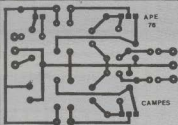

Fig. 2
- FIG. 2 - LAY OUT DO CIRCUITO IMPRESSO ESPECÍFICO - A placa é vista pela sua face cobreada, com as trilhas e ilhas destacadas em negro (tudo em tamanho natural...), conforme convencional...